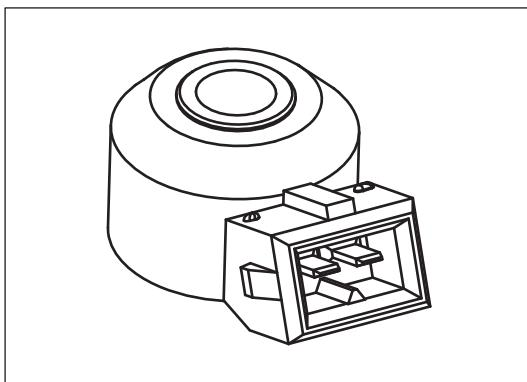
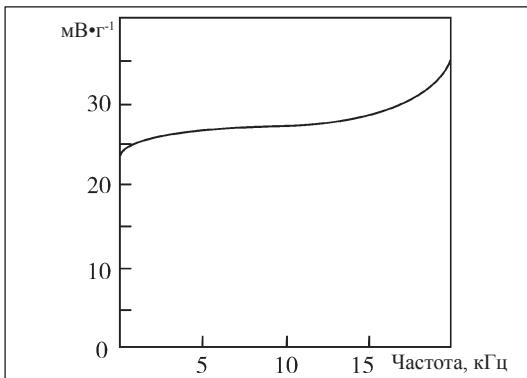

Рис. 9-3-14. Датчик детонации
Рис. 9-3-15. График частотной характеристики датчика детонации
- (1) Принципиальная схема и назначение контактов.
- » Контакты датчика детонации: Датчик оснащен двумя контактами, разницы между положительным и отрицательным контактами нет (см. рис. 9-3-14).
- (2) Место установки
- (3) Принцип действия
- » В датчике используется пьезоэлектрические керамический чувствительный элемент. Вибрация блока цилиндров передается на пьезоэлектрический керамический элемент через блок датчика. Давление пьезоэлектрического керамического элемента в результате вибрации блока генерирует напряжение на поверхностях обоих электродов, и сигналы вибрации преобразуются в выходные сигналы переменного тока. График частотной характеристики показан на рис. 9-3-15.
(4) Технические параметры